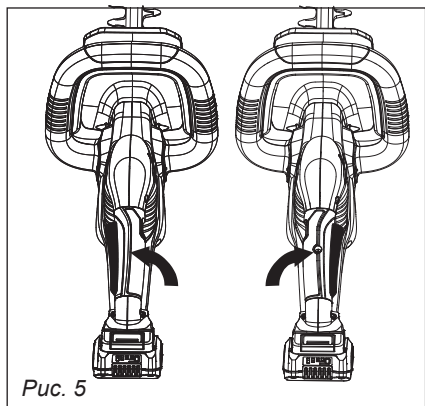

Рис. 5
① **Кнопка блокировки** включения (на передней рукоятке) — предотвращает случайный пуск.
② **Пусковой курок** (на задней рукоятке) — запуск и регулировка скорости.
② **Фиксатор поворота рукоятки** — позволяет изменять положение задней рукоятки на 90° влево или вправо. Для поворота рукоятки, отведите фиксатор и поверните рукоятку в нужную сторону (рис. 5).